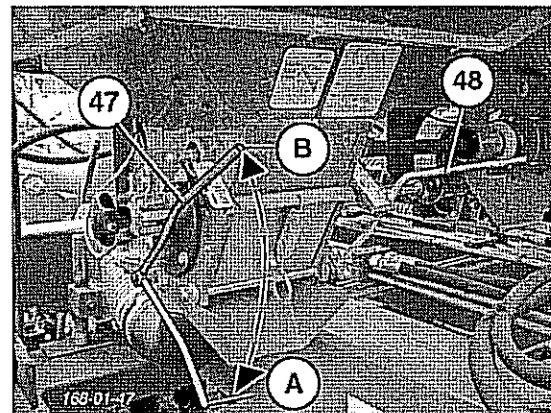

Fig.12
- Rührwellen mit Rührfingern (50) bestücken (falls erforderlich)
- beide Abdreh-Klappen öffnen (Fig.12, Pos.B)
- die Taste (51) solange drücken, bis Saatgut gleichmäßig in die Behälter fließt (etwa nach 2 - 3 Umdrehungen der Dosierräder)
- beide Abdreh-Klappen schließen (Fig.12, Pos.A)